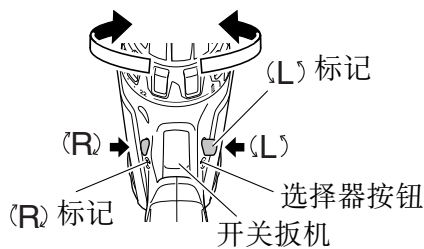

图 9
按选择器按钮的 R (右) 侧, 钻头便会顺时针 (从后方看时) 旋转; 按选择器按钮的 L (左) 侧则使钻头逆时针旋转。(请参照图 9)。((L) 和 (R) 标记随附在机身上。)